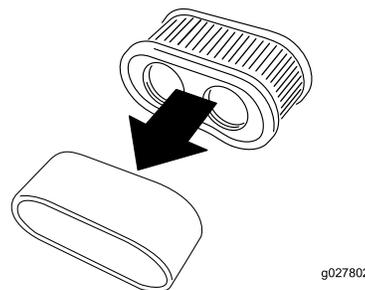

図 35
5. スポンジエレメントとペーパーエレメントを取り外す 図 35。